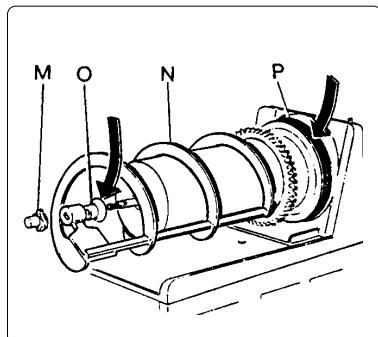

Fig. 16
- f) Proceder al montaje del grupo de mezclado ateniéndose a las siguientes operaciones (ver fig. 16):
- es indispensable espamar en la guarnición (O) vaselina para facilitar el deslizamiento y la estanqueidad,
- volver a montar la guarnición (P);
- volver a montar la espiral rascadora (N);
- fijar todos los componentes atornillando el pomelo (M) en sentido contrario a las agujas del reloj.